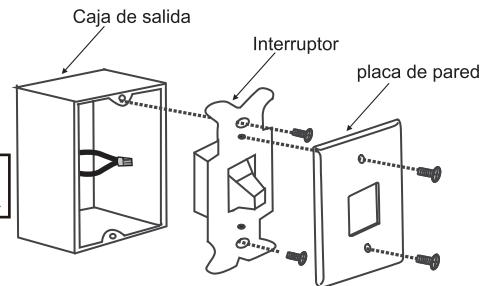

Fig. 19
Paso 1. Retire la placa de pared existente y el interruptor antiguo de la caja de salida de pared. Enrosque los cables NEGROS (calientes), y los empuje hacia atrás dentro de la caja de salida. (Fig.19)